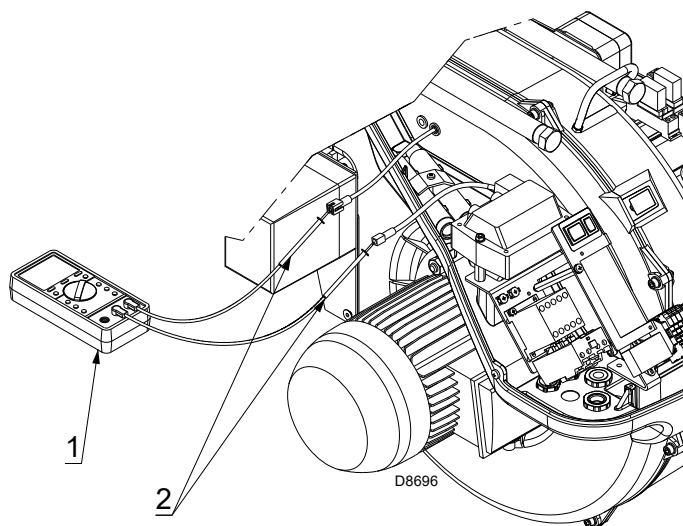

Abb. 35
Will man den Ionisationsstrom messen, muß der Steckanschluß (2)(Abb. 35) am Kabel der Ionisationssonde ausgeschaltet und ein Gleichstrom-Mikroamperemeter (1)(Abb. 35), Meßbereich $100\ \mu\text{A}$, eingeschaltet werden.